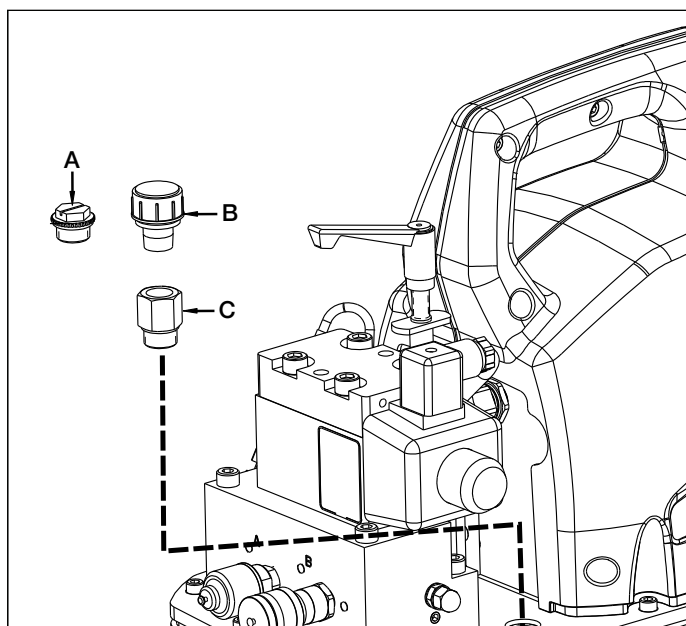

Figura 2, Instalación del respiradero
4.2 Respiradero (Véase la Figura 2)